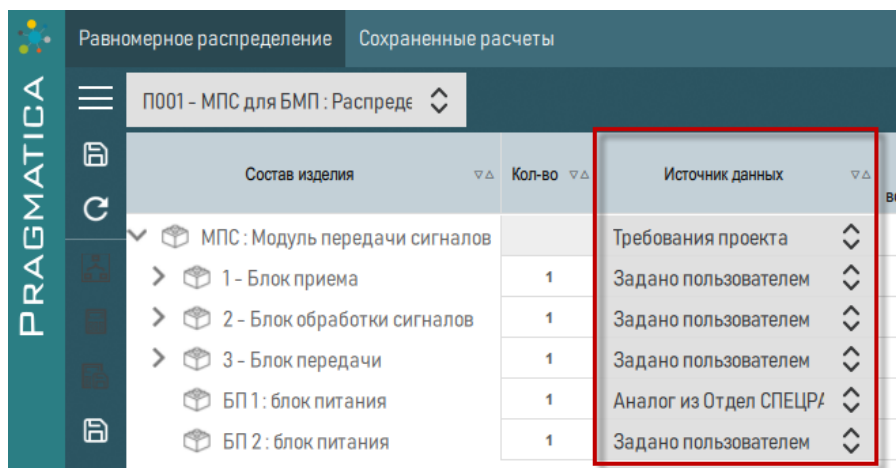

Рисунок 208 – Выбор значение в столбце «Источник данных»
- 2) В столбце «Источник данных» для объекта, параметр которого необходимо редактировать, из выпадающего списка выбрать значение «Задано пользователем» (рисунок 208).
5) Для объекта в столбце «Источник данных» со значением «Аналог из » (см. рисунок 208) значения обязательных для расчета параметров принимаются равными значениям заданным для аналога в справочнике. Наименование справочника отображается в столбце «Источник данных» в параметре «Аналог из...».
3) В случае если необходимо пересчитать наработку на отказ для всех дочерних элементов, нажать на кнопку  «Всегда рассчитывать наработку на отказ для дочерних элементов». После выполнения расчета для выбранных элементов в поле «Тип данных» будет установлено значение «Рассчитано» (см. рисунок 208).